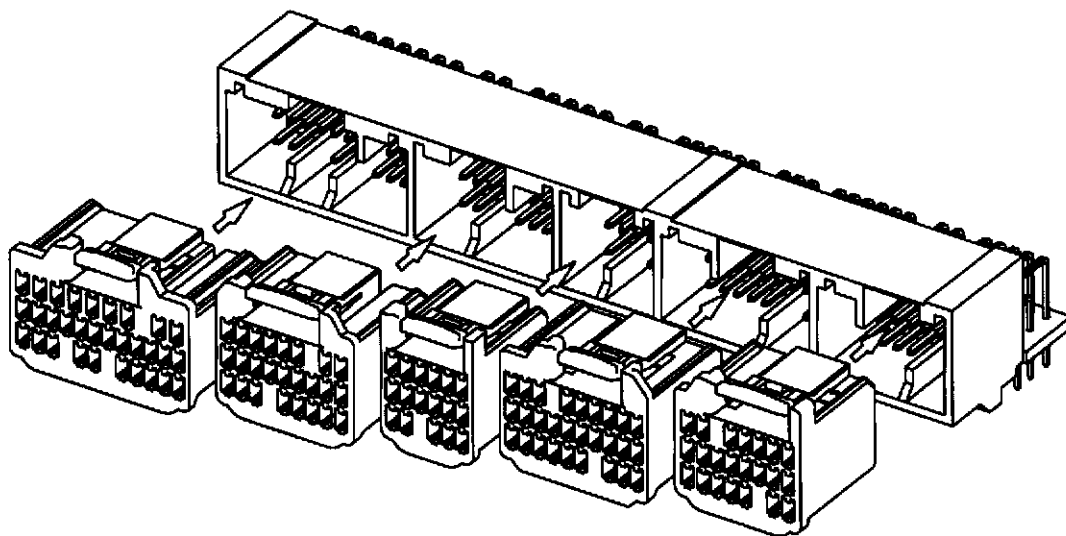

Fig.16
- (1) 端子のハウジングへの装着状態、電線の束ね位置は正しいか、またリテーナが本係止状態になっていることを確認してください。仮係止状態になっている場合は本係止状態にして下さい（6項参照）。
- (2) 次に、端子の変形、変色、きず、さび、ハウジングの変形、割れ、欠損、変色等の異常がないか確認して下さい。
- (3) 指定のメス・ハウジングをオス・コネクタに Fig.16 のような向きにまっすぐ挿入してください。「パチン」と音がしてそれ以上押し込むことができなければ嵌合は完了です。挿入できない場合は、無理に押し込まず、(1)、(2)の項目を再度確認してください。